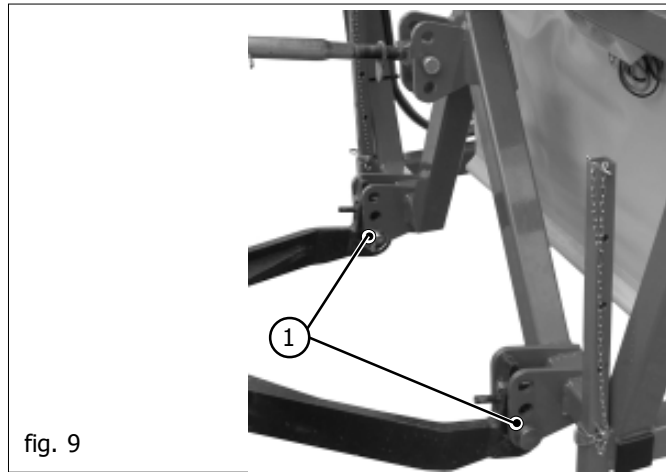

fig. 9
- 1) Agganciare le barre del sollevatore sui perni predisposti (1 Fig. 9). Bloccare con le copiglie a scatto.